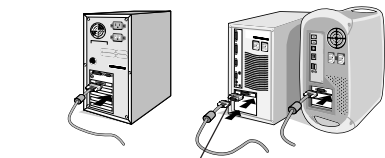

Figure A.1
2. **Pour un PC équipé d'une sortie analogique :** branchez le mini-connecteur D-SUB à 15 broches du câble vidéo sur le connecteur de la carte vidéo de votre ordinateur (Figure A.1). Serrez toutes les vis.